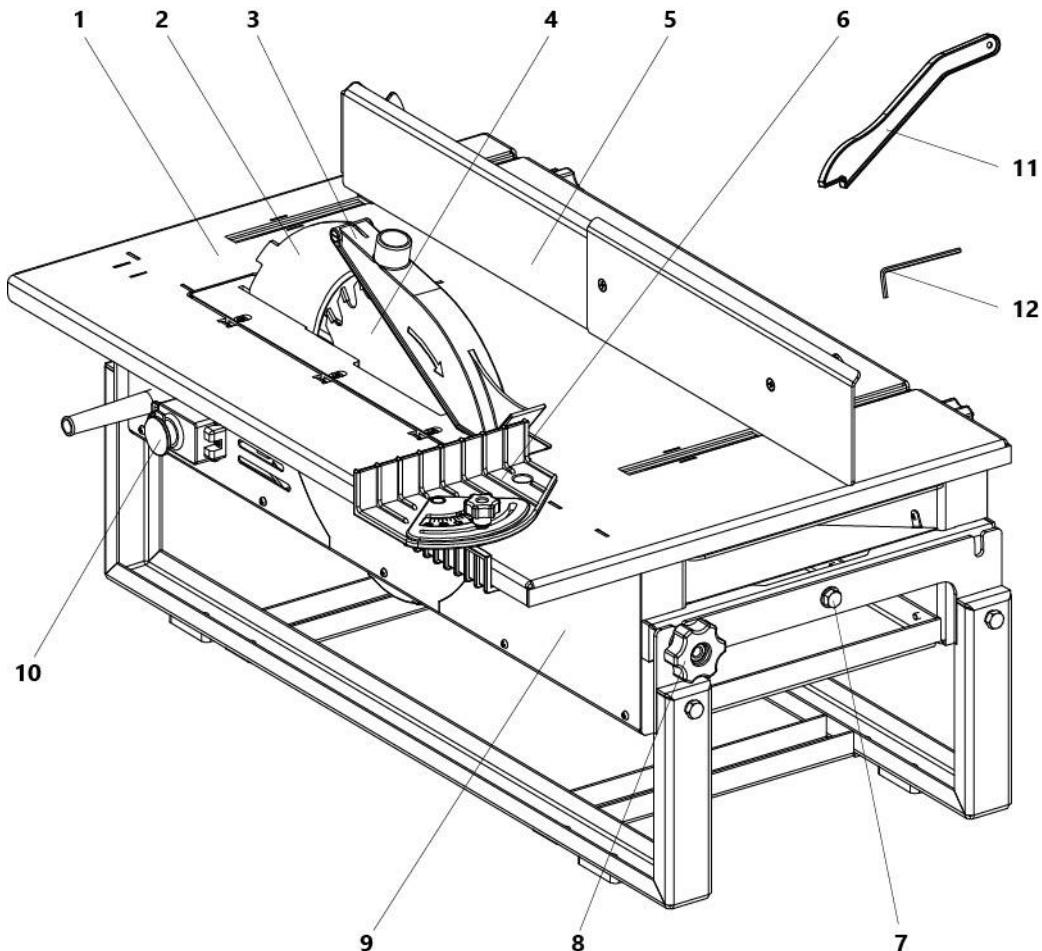

Рисунок 1. Общий вид станка в режиме пиления
**Ручки 8 (рис. 1) должны быть затянуты, для надежной фиксации корпуса станка.**